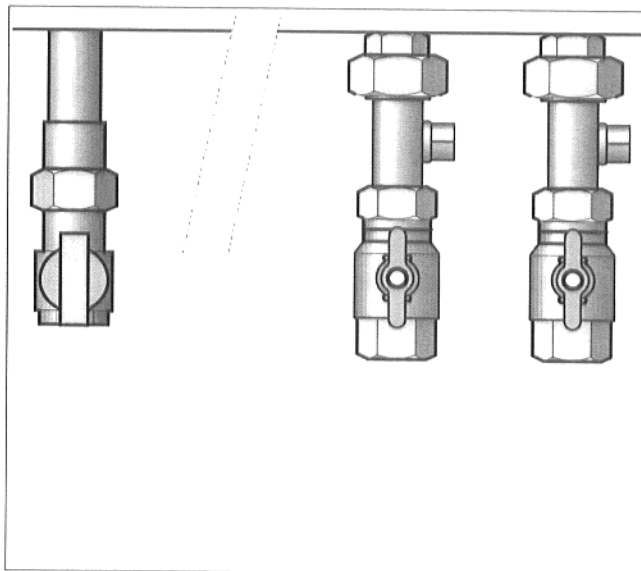

Fig. 1: rubinetti di manutenzione, rubinetto del gas
- Rubinetto del gas non incassato (GA)
- Ermetizzare e montare i rubinetti di manutenzione al collegamento murale della mandata e del ritorno (Fig. 1).
- Montare il rubinetto del gas ed applicare la guarnizione (Fig. 1).